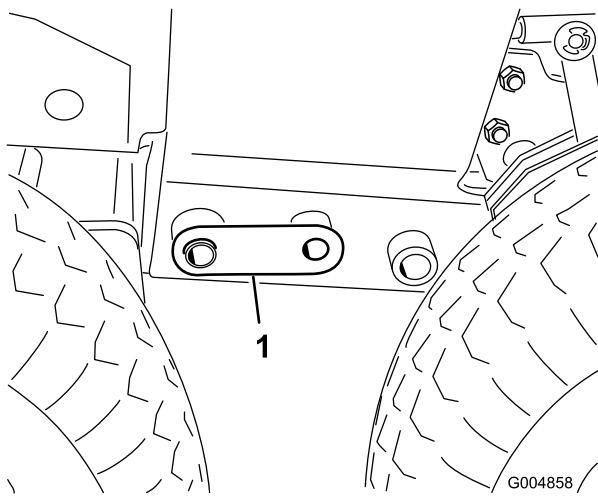

Figura 49
13. Ajuste o apoio de solo para ficar alinhado com os orifícios de 2,5 cm na estrutura e instale um pino acoplador em cada lado (Figura 49).